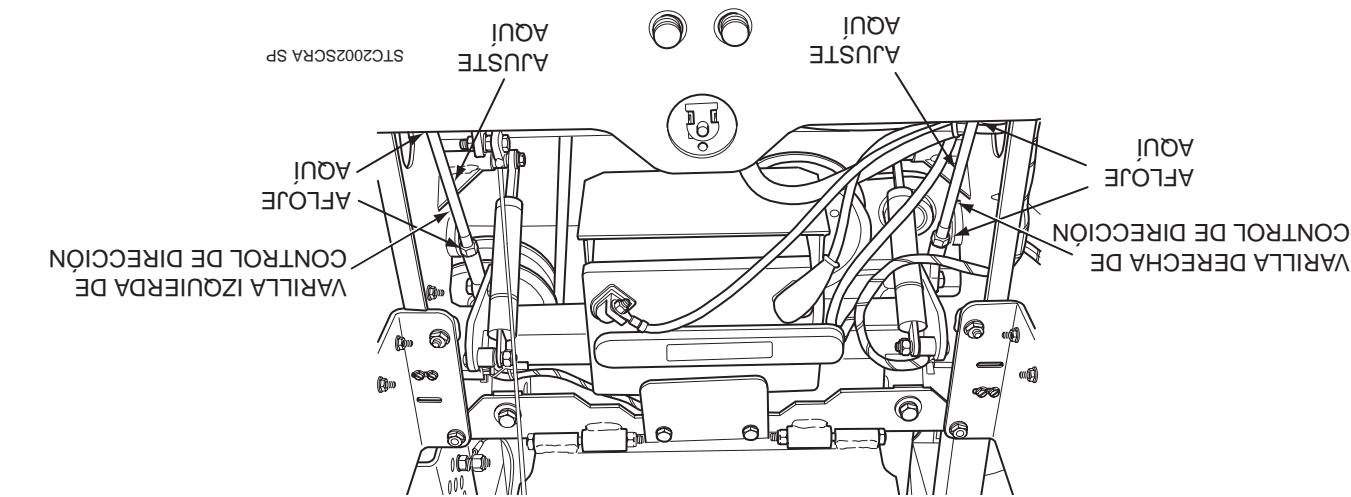

Figura 6-3. Ajuste de varillas de control de dirección
A. Detenga la máquina y coloque las palancas de control de dirección en la posición neutral. Afloje las tuercas de bloquée que aseguran las juntas de rotula en cada extremo de la varilla de control de dirección del lado derecho. (Vea la Figura 6-3, página 24). Variilla de control para acortar la varilla y apriete las tuercas de bloquée. Esto causará que la varilla de control golpee menos la bomba del lado derecho, disminuyendo la velocidad de la rueda del lado derecho. Variilla de control para acortar la varilla y apriete las tuercas de bloquée. Esto causará que la varilla de control golpee menos la bomba del lado derecho, disminuyendo la velocidad de la rueda del lado derecho.
Las tuercas de bloquée. Esto causará que la varilla de control para acortar la varilla y apriete las tuercas de bloquée. (Vea la Figura 6-3, página 24). Izquierda, disminuyendo la velocidad de la rueda varilla de control que gira más rápido de la bomba del lado izquierdo. Variilla de control para acortar la varilla y apriete juntas de rotula en cada extremo de la varilla de control de dirección que gira más rápido de la bomba del lado izquierdo. Gire la varilla de control de dirección en la posición neutral.